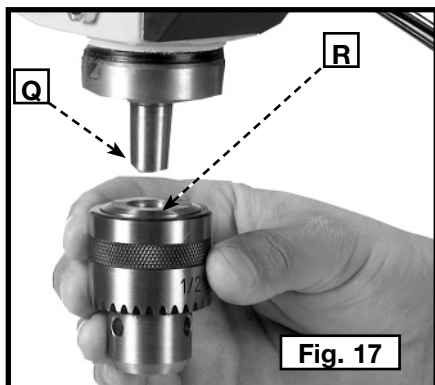

Fig. 17
NOTA: Asegúrese de que el cono del eje (Q), Fig. 17, y el orificio roscado en el portabrocas (R) estén limpios y sin grasa, laca o recubrimientos para la prevención del óxido.